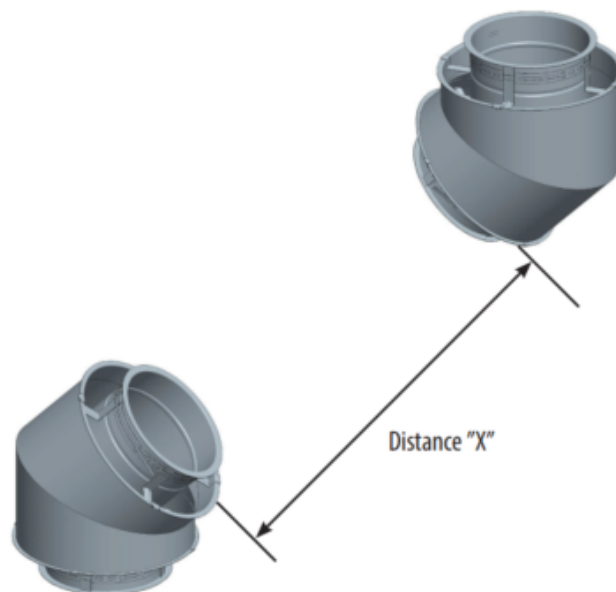

Figure 34-Étape 1 pour l'installation d'une longueur variable
Étape 1 - Mesurez la distance X requise pour la longueur variable. Voir figure 34.